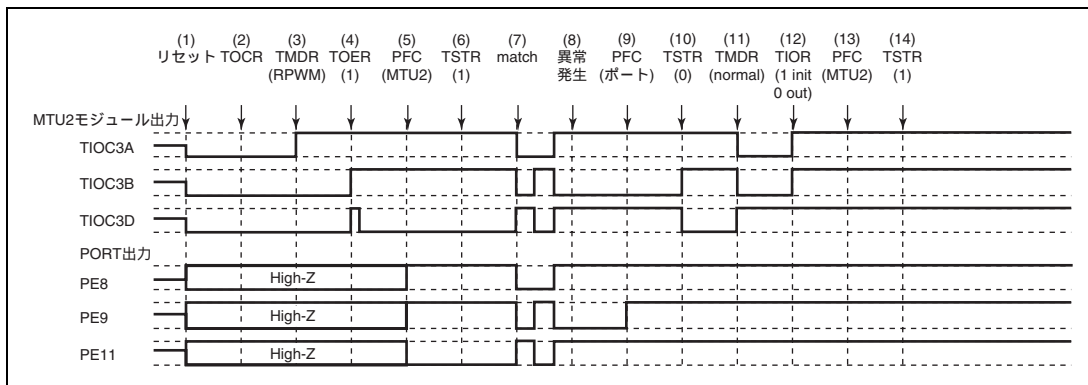

図 11.140 リセット同期 PWM モードで異常が発生し、ノーマルモードで復帰する場合
(1) ~ (10) は図 11.140 と共通です。
(11) PWM モード 1 を設定してください (本モジュール出力は正相側がローレベル、逆相側がハイレベルとなります)。
(12) TIOR で端子を初期化してください (PWM モード 1 では TIOC*B 側は初期化されません)。
(13) 汎用入出力ポートで本モジュール出力としてください。
(14) TSTR で再スタートします。
(28) リセット同期 PWM モードで動作中に異常が発生し、相補 PWM モードで再スタートする場合の動作
- (1) ~ (10) は図 11.140 と共通です。
- (11) TOER でチャンネル 3、4 の出力を禁止してください。
- (12) TOCR で相補 PWM の出力レベルと周期出力の許可禁止を選択してください。
- (13) 相補 PWM を設定します (本モジュールの周期出力端子はローレベルになります)。
- (14) TOER でチャンネル 3、4 の出力を許可してください。
- (15) 汎用入出力ポートで本モジュール出力としてください。
- (16) TSTR で再スタートします。
(29) リセット同期 PWM モードで動作中に異常が発生し、リセット同期 PWM モードで再スタートする場合の動作
- (11) 汎用入出力ポートで本モジュール出力としてください。
- (12) TSTR で再スタートします。
- (13) コンペアマッチの発生によりリセット同期 PWM 波形を出力します。